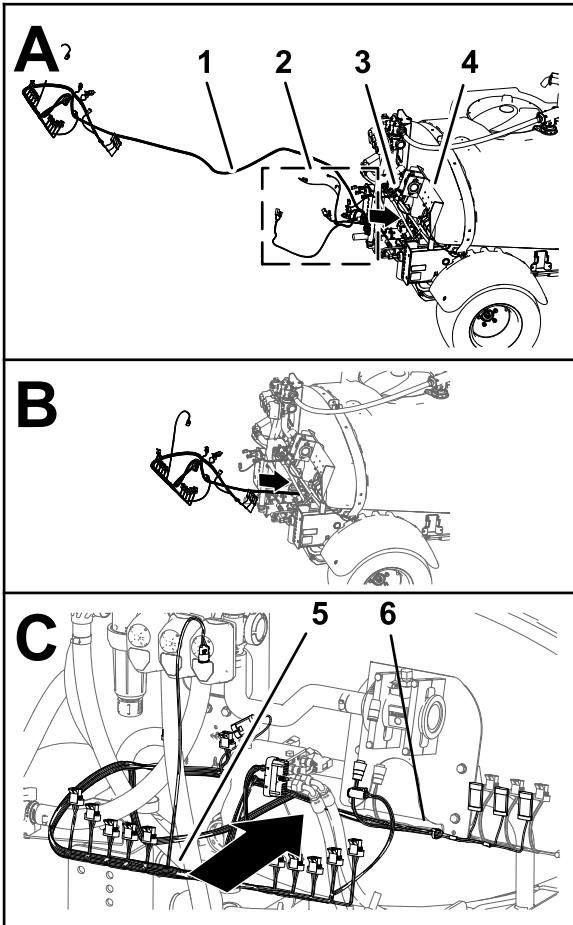
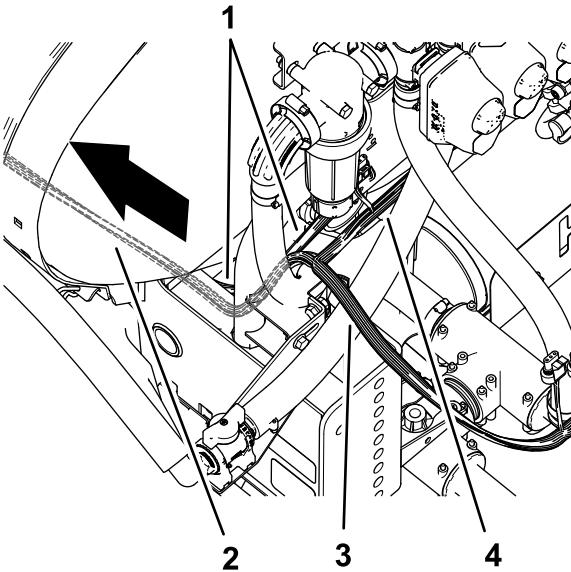

Bild 78
Bild 79
2. Verlegen Sie den Kabelbaumzweig (84 cm), Kabelbaumzweig (60 cm) und Kabelbaumzweig (66 cm) des Kitkabelbaums entlang des Maschinenkabelbaums zur linken Seite der Maschine (Bild 78 und Bild 79).